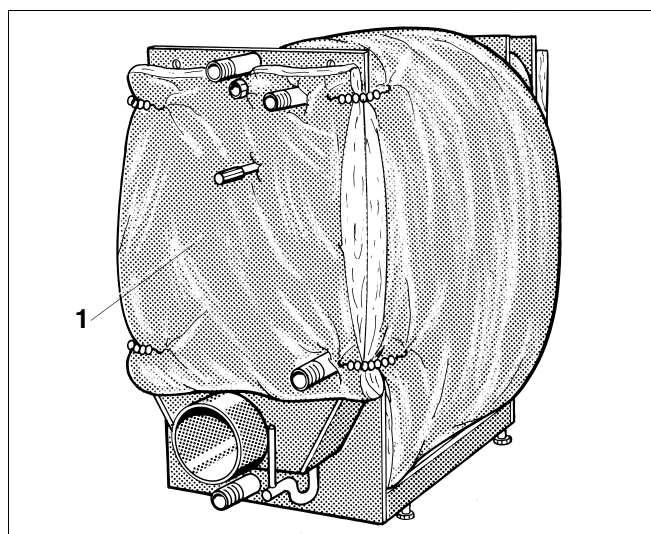

Fig. 7 Fastgøring af varmebeskyttelse på bagvæggen
- Læg varmebeskyttelsen (fig. 7, **pos. 1**) mod kedlens bagvæg, så udskæringerne passer, og fastgør den til den omløbende varmebeskyttelse til højre og venstre med 2 spændefjedre.